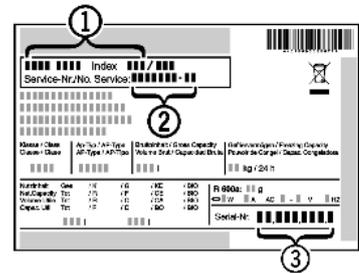

Fig. 40
- Считать обозначение устройства *Fig. 40 (1)*, сервисный номер *Fig. 40 (2)* и серийный номер *Fig. 40 (3)* с заводской таблички. Заводская табличка находится внутри устройства слева.